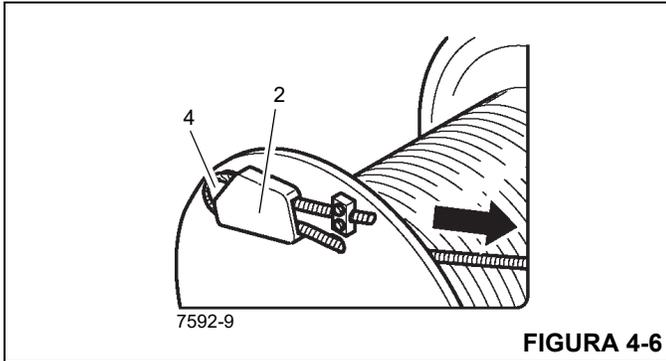

FIGURA 4-6
8. Empurre o cabo de volta até que a cunha do cabo (4) (Figura 4-6) esteja totalmente no terminal (2) (Figura 4-6).
9. Certifique-se de que a cunha do cabo (4) (Figura 4-6), o laço e a extremidade do cabo não se sobressaiam além da roda flangeada. Isso evitará danos.